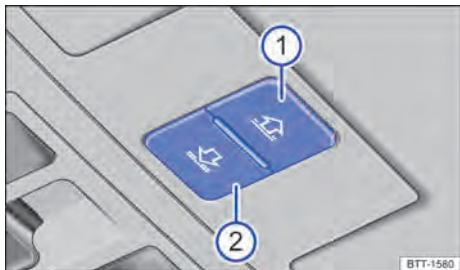

Fig. 110 No revestimento do teto: botões de comando da cortina de proteção solar.
Os botões → Fig. 110 ① e ② possuem dois níveis. No primeiro nível, a cortina de proteção solar pode ser totalmente ou parcialmente aberta ou fechada.
- Aproximadamente cinco segundos após a ativação do limitador de força, pressionar o botão → Fig. 110 ② até que a cortina de proteção solar esteja totalmente fechada.